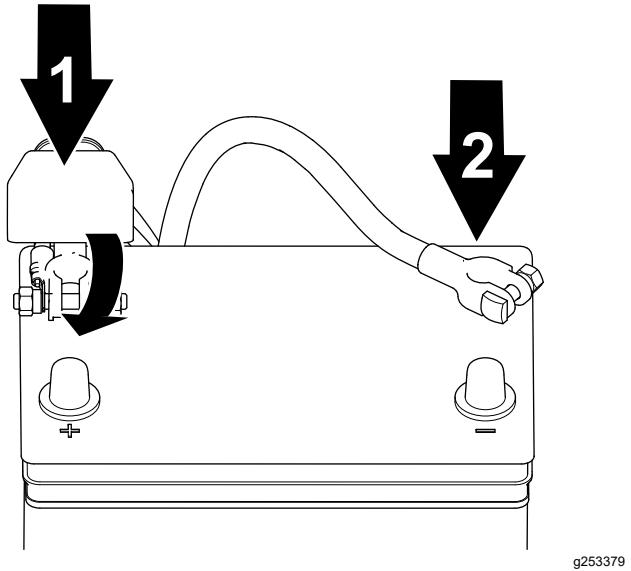

Bild 40
2. Schließen Sie das Pluskabel des Akkus an und ziehen Sie die Mutter der Akkuklemme an (Bild 40).
3. Schließen Sie das Minuskabel des Akkus an und ziehen Sie die Mutter der Akkuklemme an (Bild 40).